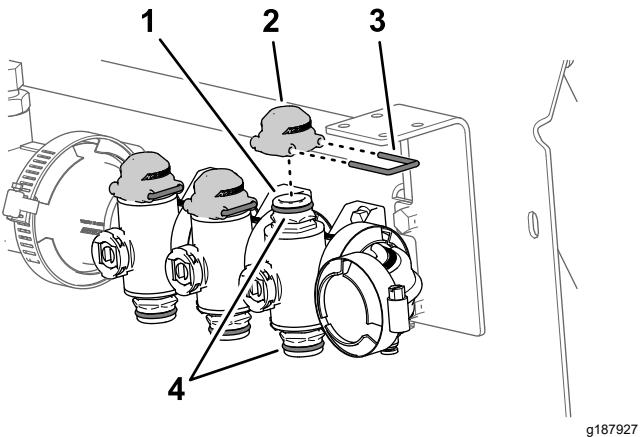

Рисунок 50
- Смажьте верхнее и нижнее уплотнительные кольца быстроразъемных соединителей коллекторного клапана, используя консистентную смазку, поставляемую вместе с крышкой быстроразъемного соединителя (Рисунок 50).
6. Установите три крышки на три быстроразъемных соединителя на коллекторных клапанах (Рисунок 50).
7. Прикрепите три крышки к трем быстроразъемным соединителям с помощью трех держателей (Рисунок 50).